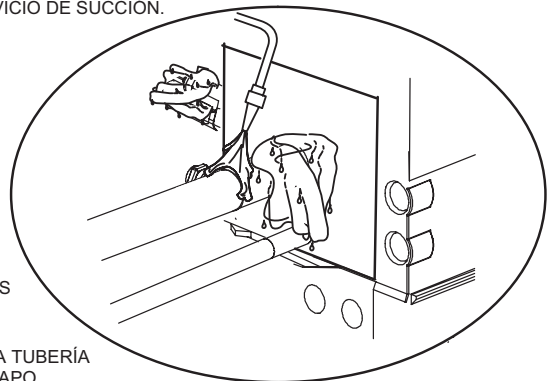

FIGURA 25. Conexiones soldadas
- 4 - Conecte las líneas de succión y de líquido al serpentín del evaporador. Proteja el gabinete y los componentes internos como se detalla en la Figura 25.